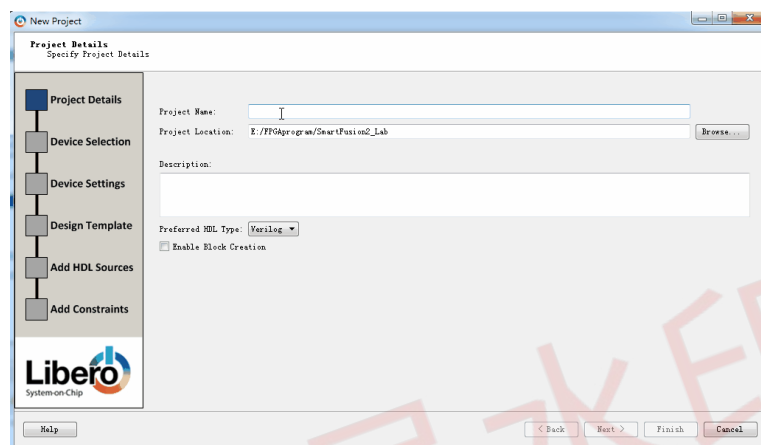

图 6.1 工程设置
- (1) 打开 Libero 开发环境（Start > Programs > Microsemi Libero SoC v11.x > Libero SoC v11.x）或者双击桌面图标；
- (2) 新建工程：点击菜单栏：Project > New Project，按照图 6.1 所示，输入工程名（这里命名为 UartDemo）、存储位置、器件（M2S010T-FGG484）、勾选“Use Design Tool”、选中 MSS。